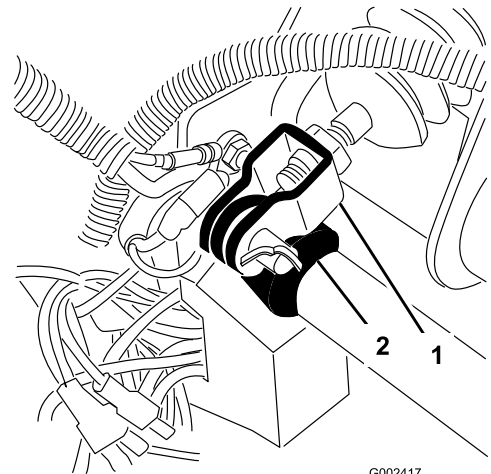

Figure 64
1. Retirez la goupille fendue et l'axe de chape qui fixe la chape du maître-cylindre au pivot de la pédale de frein (Figure 64).
3. Desserrez les écrous de blocage qui fixent la chape à l'arbre du maître-cylindre (Figure 64).